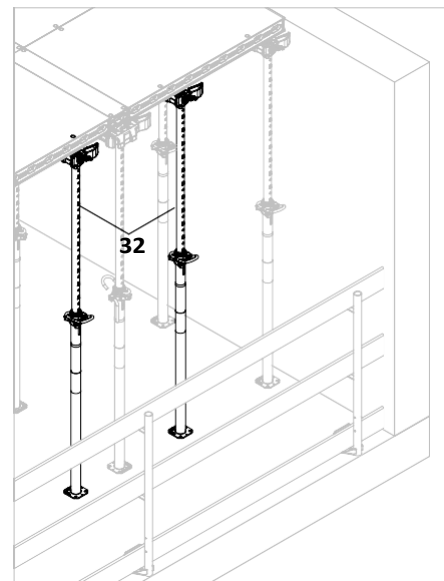

Fig. D4.06a
1. Издигнете допълнителни подпори с глава DFH (32) по ширината на конзолните елементи. (Fig. D4.06a)